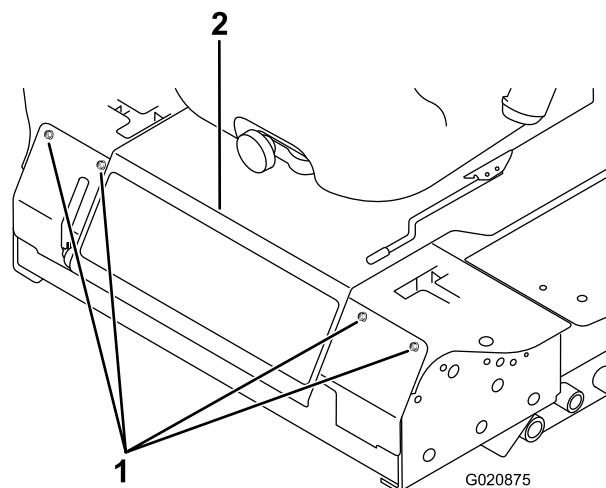

Рисунок 43
2. Снимите болты крепления передней панели и снимите переднюю панель (Рисунок 43).